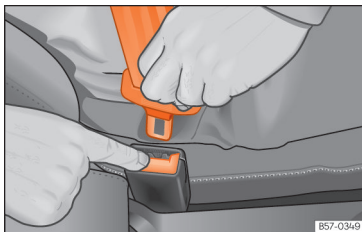

Abb. 25 Schloßzunge vom Gurtchloß lösen.
- Rote Taste im Gurtchloß drücken »» [Abb. 25]. Die Schloßzunge springt heraus.